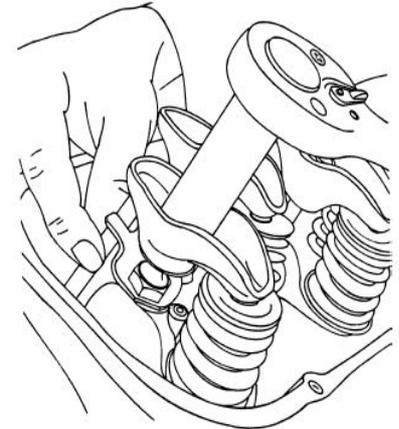

FIGURA 7
3. Afloje la tuerca de ajuste hasta que se sienta holgura en la varilla de empuje y entonces apriete la tuerca de ajuste hasta que se elimine toda la holgura. Esto se puede determinar girando la varilla de empuje mientras gira la tuerca de ajuste. Vea la Figura 7. Cuando se elimine la holgura, apriete la tuerca de ajuste 1/2 vuelta adicional para centrar el émbolo del elevador.